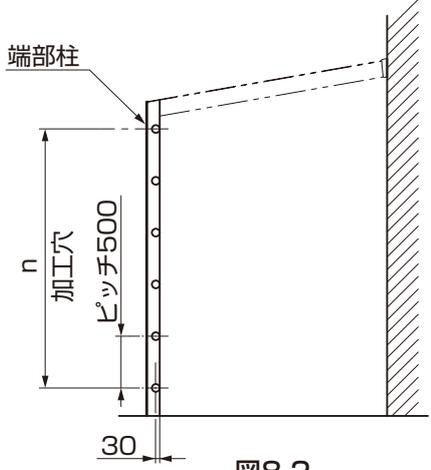
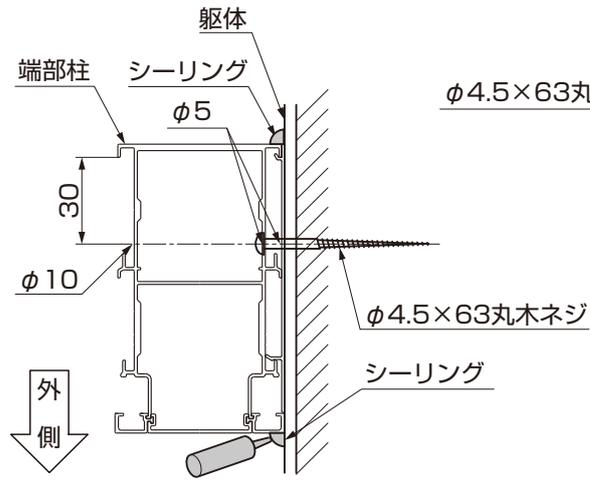
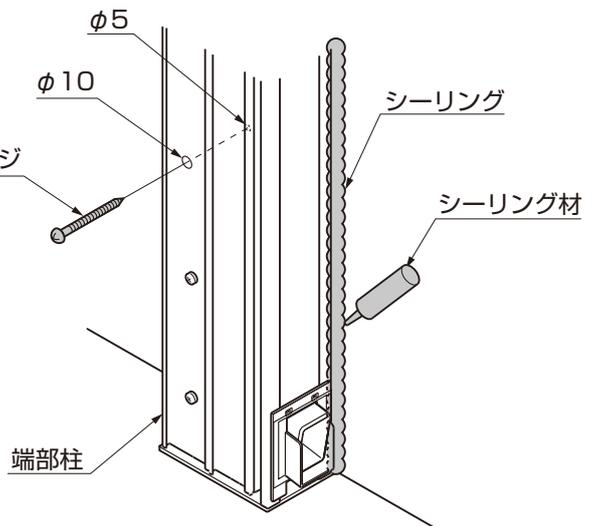

図8-2
図8-3
図8-4
- ①入隅側の端部柱に、 $\phi 10$ 、 $\phi 5$ の穴をあけてください。(図8-2、図8-3、表8-1参照)
- ②端部柱と躯体を、「 $\phi 4.5 \times 63$ 丸木ネジ」で取付けてください。(図8-3、図8-4参照)
- ③端部柱と躯体の取合せ部にシーリングをしてください。(図8-4参照)